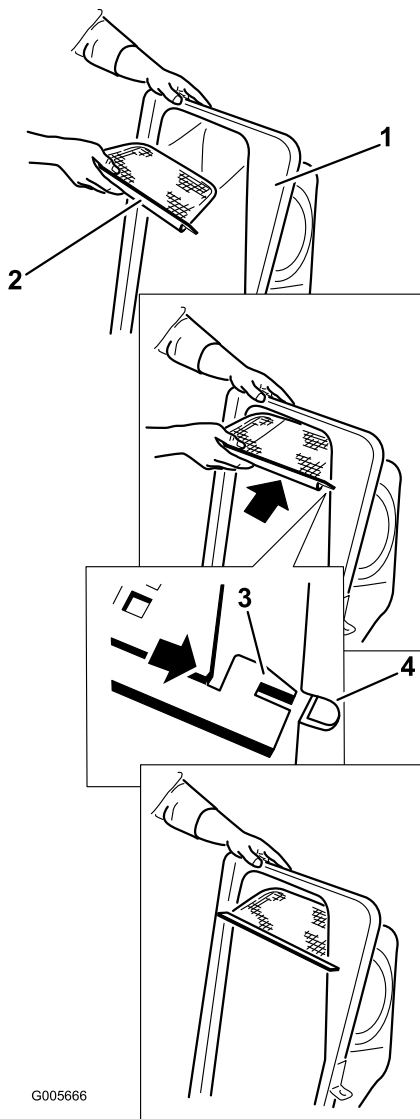

Bild 20
2. Setzen Sie das Gitter so ein, wie in Bild 20 abgebildet, dass es sich nach unten zu den Grasfangkörben neigt.